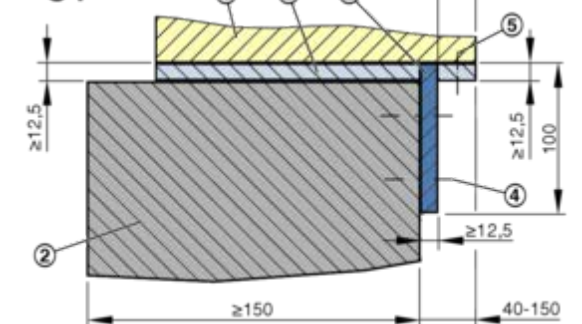
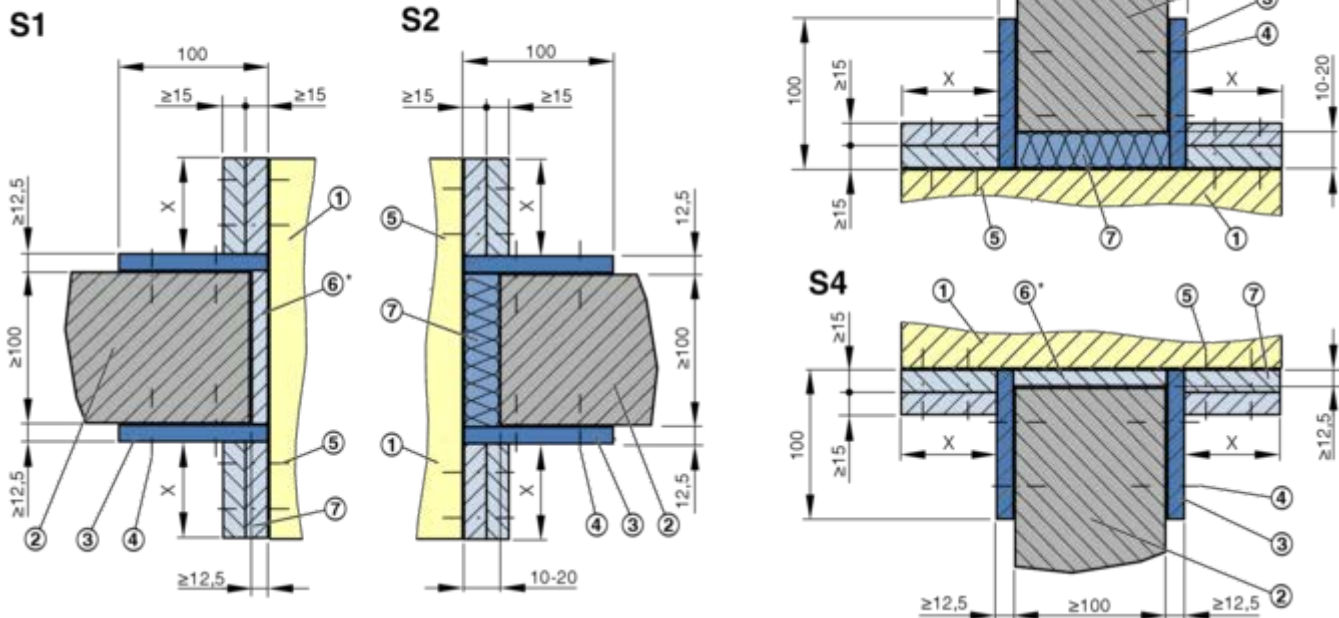

Fig. 23: Detalii EK-JZ Instalare uscată fără mortar în perete solid, perete solid de rezistență EI 90 S
Fig. 24: Detalii EK-JZ Instalare uscată fără mortar în perete solid, perete de rezistență solid EI 120 S, legenda ↪ Fig. 23
Secțiunea unghiulară ↪ Fig. 23 , Fig. 24
- EI 90 S  $v_{ew}$  : secțiuni unghiulare pe ambele părți ale peretelui, 1 benzi  $\geq 12,5$  mm, ↪ Fig. 23
- EI 90 S  $v_{edw}$  secțiune unghiulară pe partea de operare (peretele de rezistență), 1 bandă  $\geq 12,5$  mm, ↪ Fig. 23
- EI 120 S  $v_{ew}$  : secțiuni unghiulare pe ambele părți ale peretelui, 2 benzi  $\geq 15$  mm, ↪ Fig. 24
- Cavitățile sunt umplute cu vată minerală sau vată bazaltică (7).